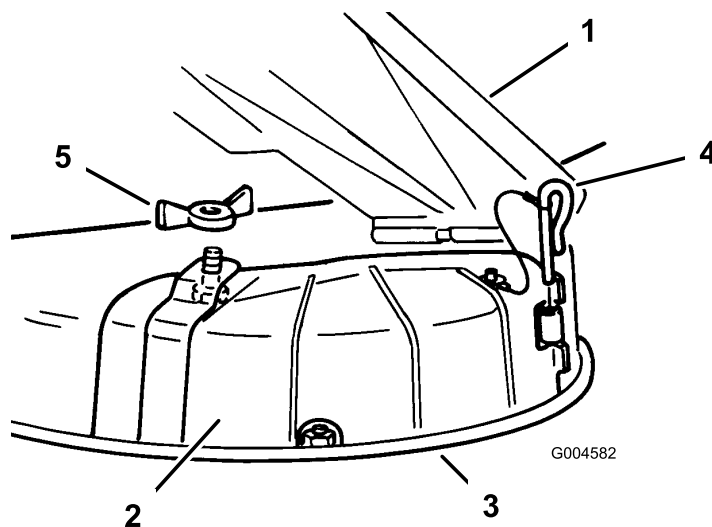

Bild 17
3. Heben Sie das Ablenkblech hoch und legen die Auswurfkanalabdeckung über die Öffnung und auf die untere Lippe des Mähwerks, wobei Sie die Abdeckung gleichzeitig in das vordere Scharnier stecken (Bild 17).
4. Schieben Sie den Scharnierstift durch das Scharnier (Bild 17).
5. Befestigen Sie die Auswurfkanalabdeckung mit der Flügelmutter am Mähwerk (Bild 17).